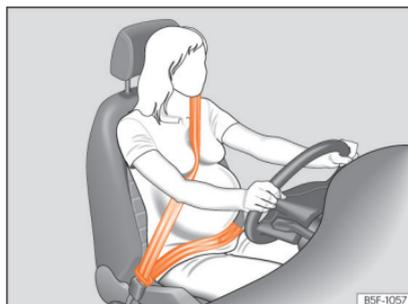

Abb. 80 Gurtbandverlauf im Brust- und Beckenbereich und bei schwangeren Frauen.
- Bei schwangeren Frauen muss der Beckengurt möglichst tief vor dem Becken verlaufen und immer flach anliegen, damit kein Druck auf den Unterleib ausgeübt wird »» Abb. 80.